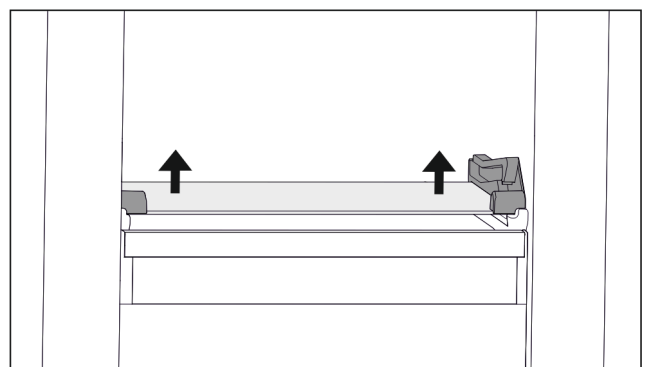

Fig. 70 Скляна пластина відкидного висувного ящика
- ▶ Сляну пластину натиснути з обох боків знизу вгору. (див. Fig. 70)